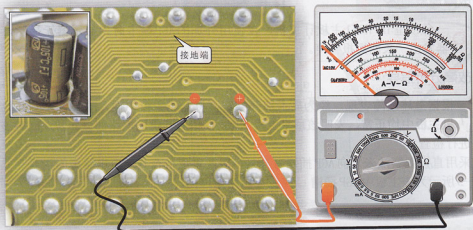

图17-7 万用表检测输出端滤波电容两端电压值
(3) 如图17-7所示, 万用表黑表笔搭在PCI-E插槽供电线路中电容器的负极, 红表笔搭在电容器的正极, 观察万用表读数。